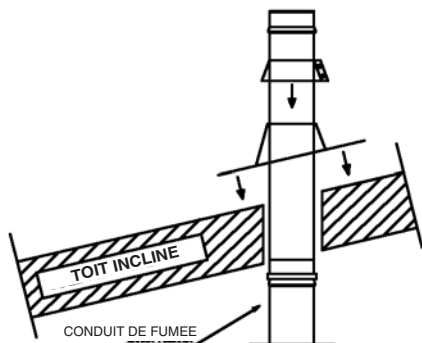
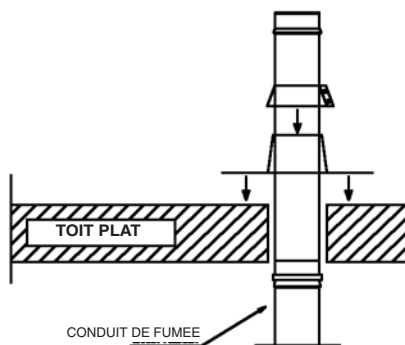

FIG. 4A Schéma de montage du solin incliné avec collet (larmier) anti-intempéries
FIG. 4B Schéma de montage du solin plat avec (larmier) anti-intempéries
- 2) Envelopper le tube et le cône du solin avec le collet anti-intempéries en serrant les vis et en fermant hermétiquement le tout avec un voile de silicone, comme illustré dans la figure 4a et la figure 4b.